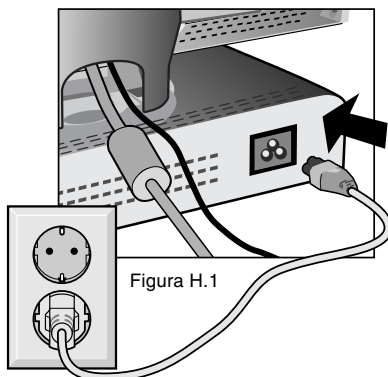

Figura H.1
7. Conecte un extremo del cable de alimentación al monitor LCD de la serie MultiSync y el otro a la toma de corriente (Figura H.1). El cable de corriente que usted use debe cumplir las normas de seguridad de su país. (Debe ser del tipo H05VV-F, excepto en UK)